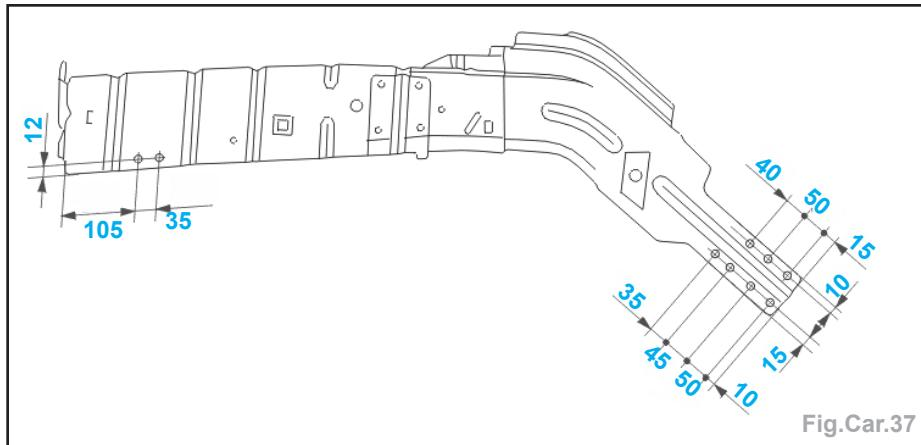

Fig.Car.37
- Tracer puis percer au Ø 8 mm pour soudage ultérieur par points bouchons (Fig.Car.37).